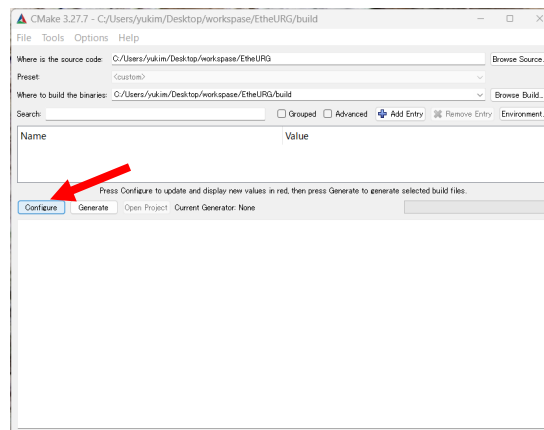
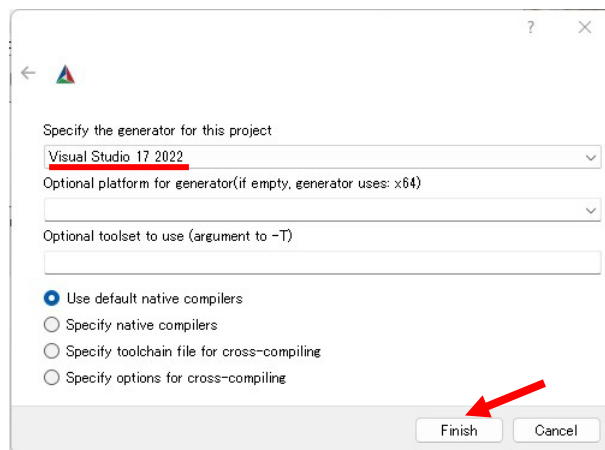

図 18 [Configure] ボタンの位置
図 19 [Specify the generator for this project]の項目から、自身の PC で有効な[Visual Studio]を選択する
- ⑦ 図 18 のように[CMake]ウィンドウ画面下方の[Configure]をクリックし、図 19 のように[Specify the generator for this project]の項目から、自身の PC で有効な[Visual Studio]を選択し、[Finish]をクリックする。